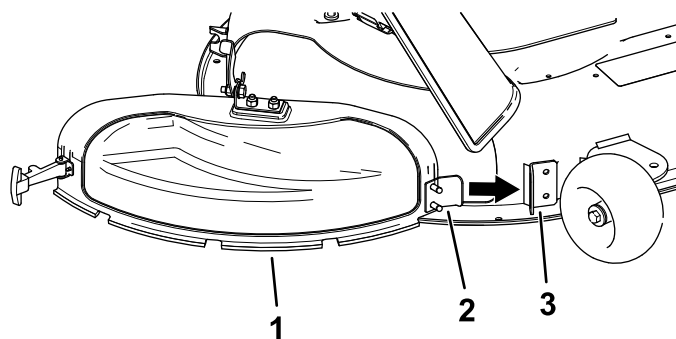

Figura 14
3. Inclinate la linguetta metallica presente sul coperchio dello scarico all'interno della fessura nella staffa saldata sul piatto di taglio (Figura 14).